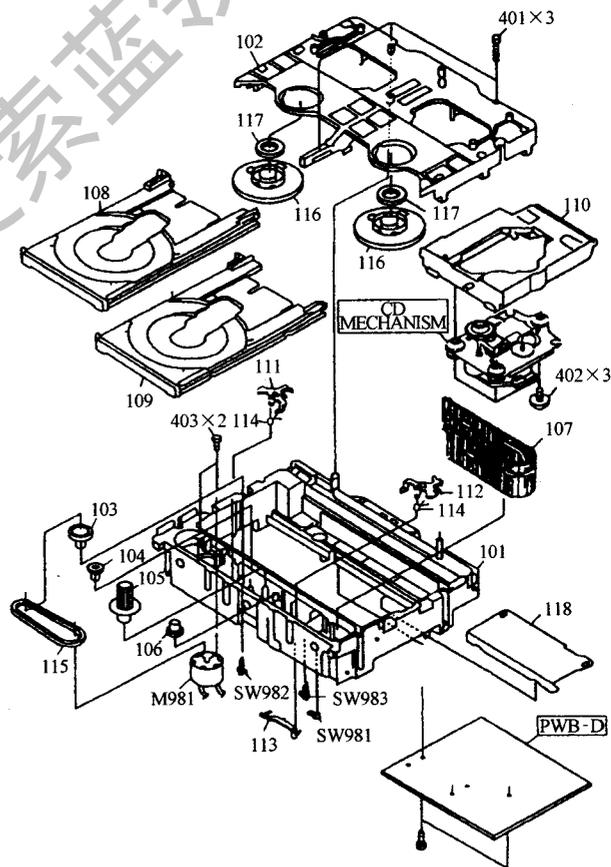

图 1-17 光盘装卸机构及机芯
④ 光盘驱动机构。光盘的旋转是由主轴电机驱动的,主轴电机设在机芯的中央,电机心轴上设有法兰盘,用于光盘安装和定位。为使光盘稳定旋转,在光盘的上方设有轴承压板,以便定位光盘。带轴承的上压板必须与主轴电机同心,否则,将影响光盘的正常旋转。
⑤ 激光头。激光头是一个集光学、电子学、磁学和精密机械于一体的信息拾取元件,它是视盘机的核心。激光头通过自发激光束经过光盘反射后再接收返回的光束,经光电转换读出光盘信息。视盘机厂家型号、品种有很多不同,激光头也有很多相应的型号,在更换调整和维修时要注意它的互换性。
⑥ 机架。机架是集加载机构、进给机构、光盘电机和电子线路于一体的框架,在它上面设有很多定位环节,以便精密地保持各部分之间的相对位置,见图 1-17 所示。
⑦ 机械与控制电路的关系。机械的运转是电子线路支配的,系统控制电路是机构和电路两方面的控制核心。人工操作指令是系统控制电路动作的依据,机械的运动到位是通过机械传感器给系统控制微处理器传送机芯位置信号来实现的。人工指令系统有故障会使指令送不到微处理器,致使微处理器不会动作。如果机构传动有故障或位置信号传感器不正常,也会使机械运动不到位,视盘机不能正常工作。